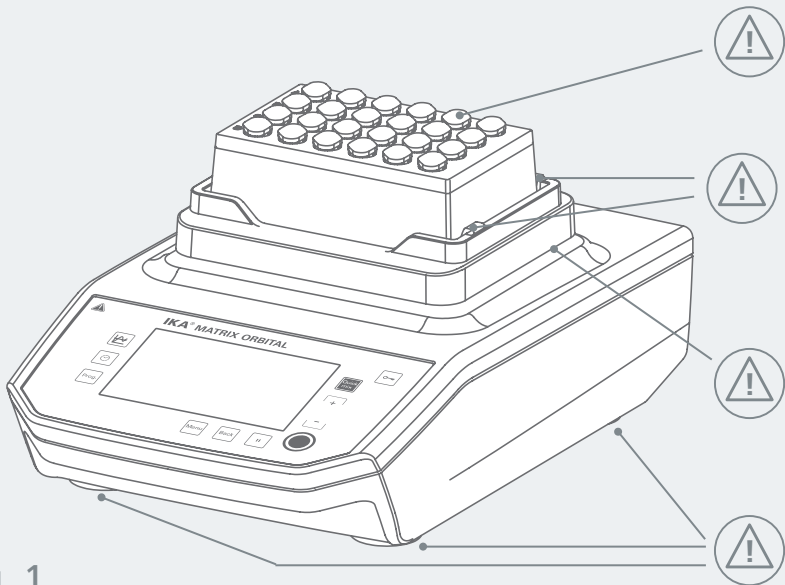

Fig. 1
- › Tenga en cuenta los puntos de peligro que se muestran en la Fig. 1.